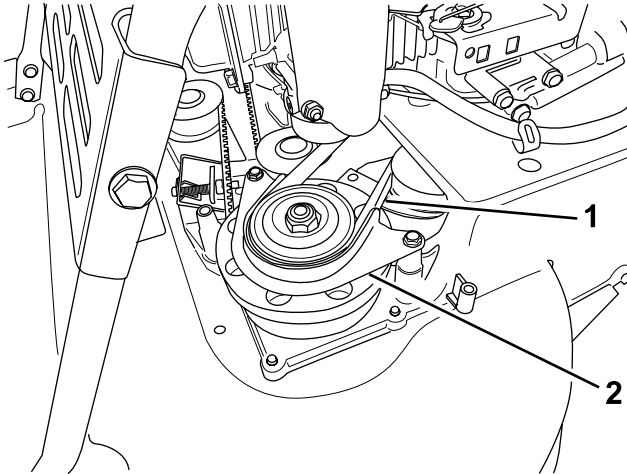

Bild 46
- Nehmen Sie die Schutzvorrichtung Messerbremsriemens ab (**Bild 46**).